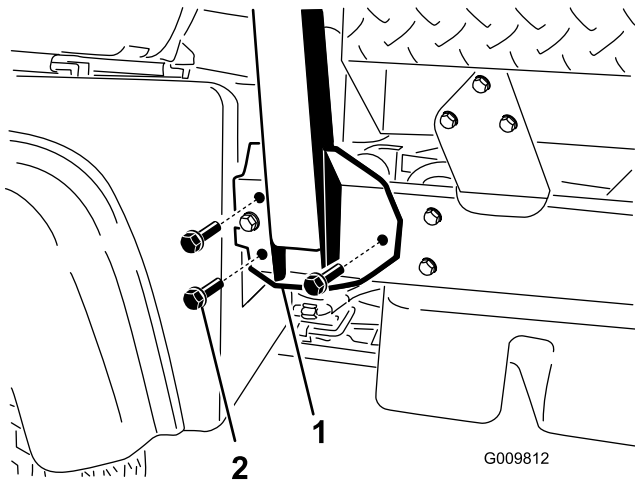

Figura 3
2. Alinee cada lado de la barra antivuelco con los taladros de montaje de cada lado del bastidor de la máquina (Figura 3).
3. Sujete el soporte de montaje de la barra antivuelco al bastidor de la máquina usando 3 pernos con arandela prensada (1/2" x 1/4") en cada lado (Figura 3).